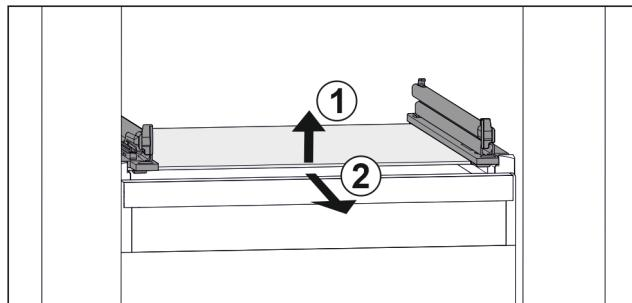

Fig. 43 Примерно изображение на стъклената плоча
- Повдигнете стъклената плоча отпред. Fig. 43 (1)
- Извадете стъклената плоча напред. Fig. 43 (2)